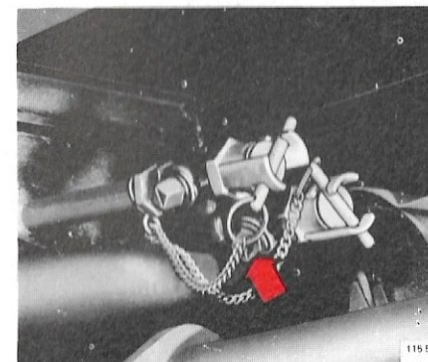

Bild 145. Främre anslutning för motorvärmare
3. Anslut en slang med koppling till främre anslutning för motorvärmare och tappa ur kylvätskan genom att öppna kranen, bild 145.